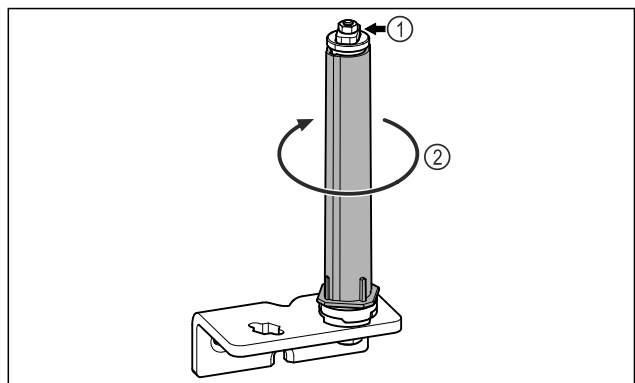

Fig. 21
- ▶ Neardykite durų uždarymo sistemos Fig. 21 (1).
- ▶ Sukite uždarymo sistemą Fig. 21 (2), kol ji užsifiksuos.